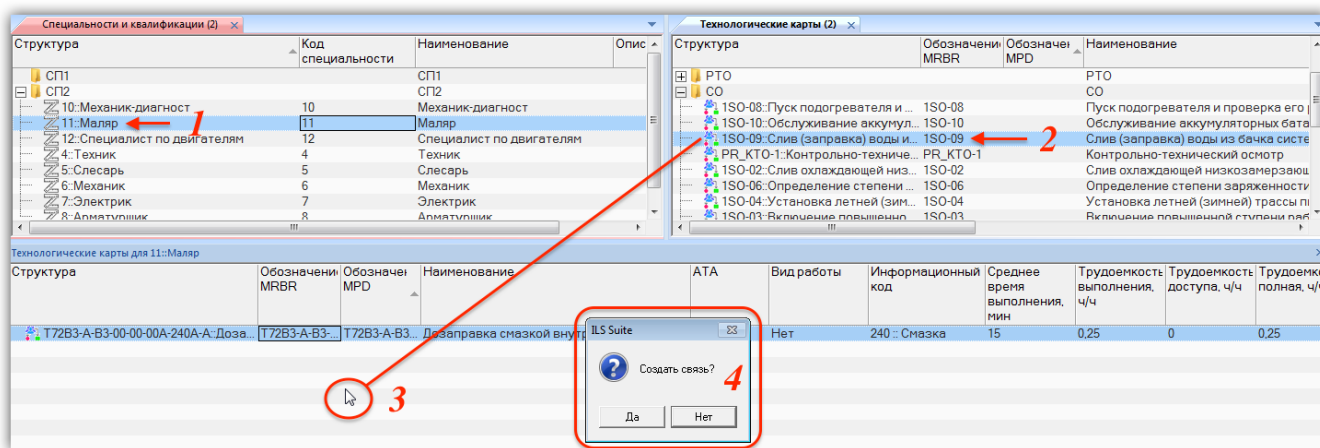

Рис. 9-98 – Переместить техкарту в связанное окно для специальности
3) Переместить технологическую карту из справочника «Технологические карты» в окно связанных объектов «Технологические карты» для выбранной специальности (1–3 на рис. 9-98).
4) В открывшемся диалоговом окне нажать кнопку «Да» для установления связи между специальностью и технологической картой (4 на рис. 9-98). В связанном окне «Технологические карты» для специальности отображается список связанных с ней технологических карт.